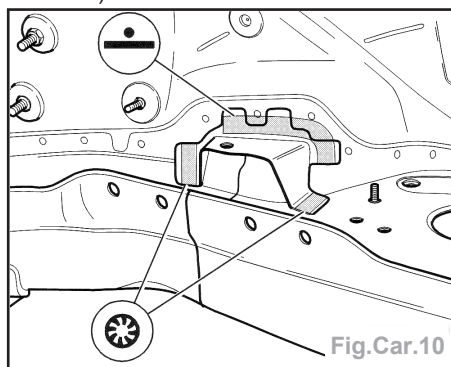

Fig.Car.10
- Souder la console de la boîte de vitesses par soudure bouchon sous gaz protecteur et soudage ponctuel (Fig.Car.10).